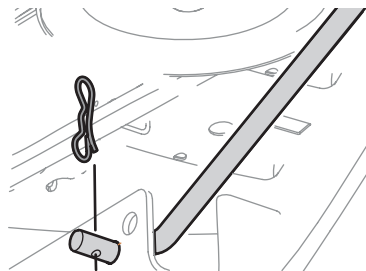

Figure 43
14. Retirez la goupille fendue qui fixe la tige de relevage avant au plateau. Voir Figure 43. Faites sortir la tige de relevage du support avant.